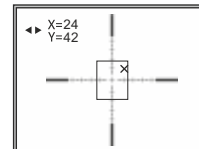

Fig.4
- En la pantalla aparecerán: la cruz auxiliar  de color rojo, las flechas horizontales y las coordenadas de la cruz auxiliar  $X=00$ $Y=00$ (Fig.4).